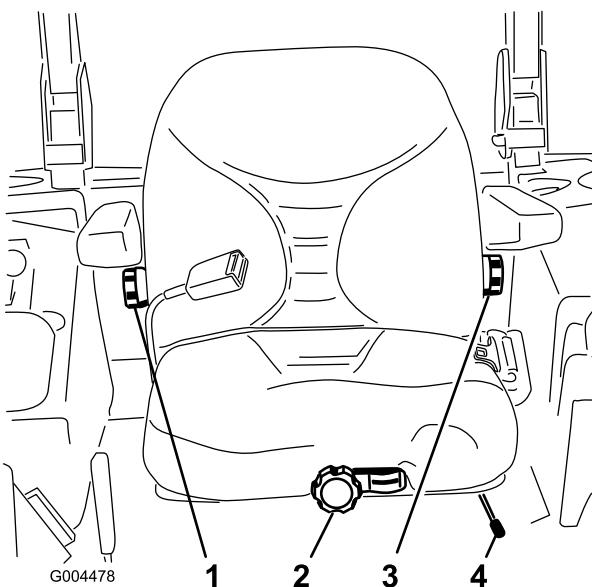

Figure 22
1. Poussez le levier de réglage sur le côté pour débloquer et régler le siège (Figure 22).
Sans vous asseoir sur le siège, tournez le bouton avant dans un sens ou dans l'autre pour obtenir la position la plus confortable (Figure 22).